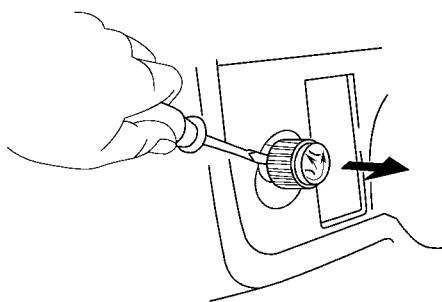

图 17-110 拆下阻风门旋钮
(5) 拆下阻风门旋钮。将螺钉旋具插到旋钮的孔中，一面用螺钉旋具按压旋钮，一面拉出旋钮，如图 17-110 所示。